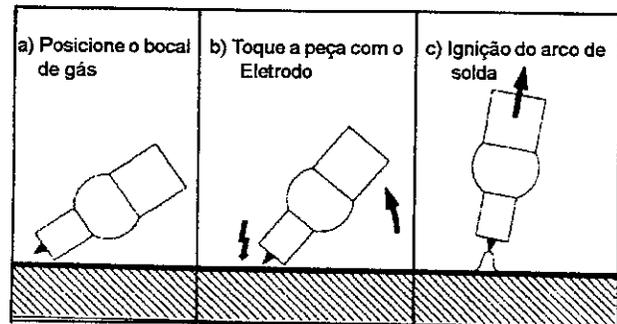

Fig. 24 - Ignição tocando-se a peça.
- Assegure-se de que a corrente de soldagem está desligada. Posicione o eletrodo na peça, no lugar onde o arco deve ser aceso. Incline o eletrodo para trás até a borda do bocal de gás encostar na peça, deixando uma distância de aproximadamente 2 a 3 mm entre a ponta do eletrodo e a peça a ser soldada. (Fig. 24-a).
- Apoiando a Tocha na borda do bocal, incline-a gradualmente para cima até a ponta do Eletrodo encostar na peça. (Fig. 24-b).
- O arco acende ao se erguer a Tocha para a posição normal. (Fig. 24-c).